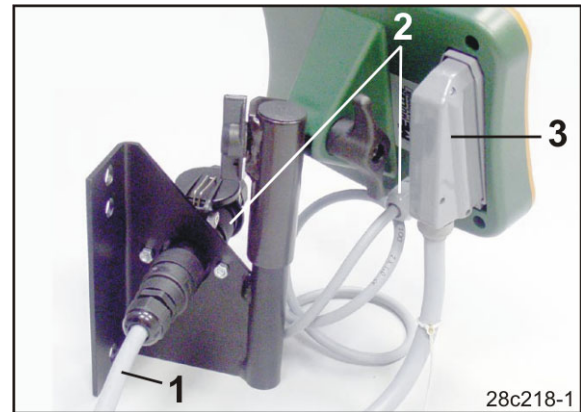

Рис. 13
2. Кабель живлення (Рис. 13/1) вставте консоль і в гніздо 12 В на тягачі.
3. З'єднайте консоль і термінал керування кабелем живлення (Рис. 13/2).
5. Проведіть кабель машини (Рис. 13/3) в кабінку тягача і вставте штекер машини в гніздо терміналу керування.